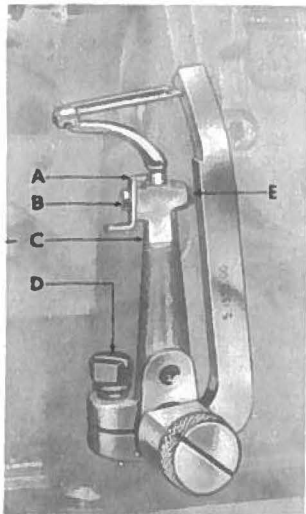

fig. 4
- S 1832.00 serve per tutte le operazioni ad eccezione dell'operazione n. 4 (fig. 4);
- S 1555.00 per l'operazione n. 4 (fig. 4).
4. Fasatura crochet inferiore (fig. 4).
- bloccare a fondo la vite E (fig. 4).